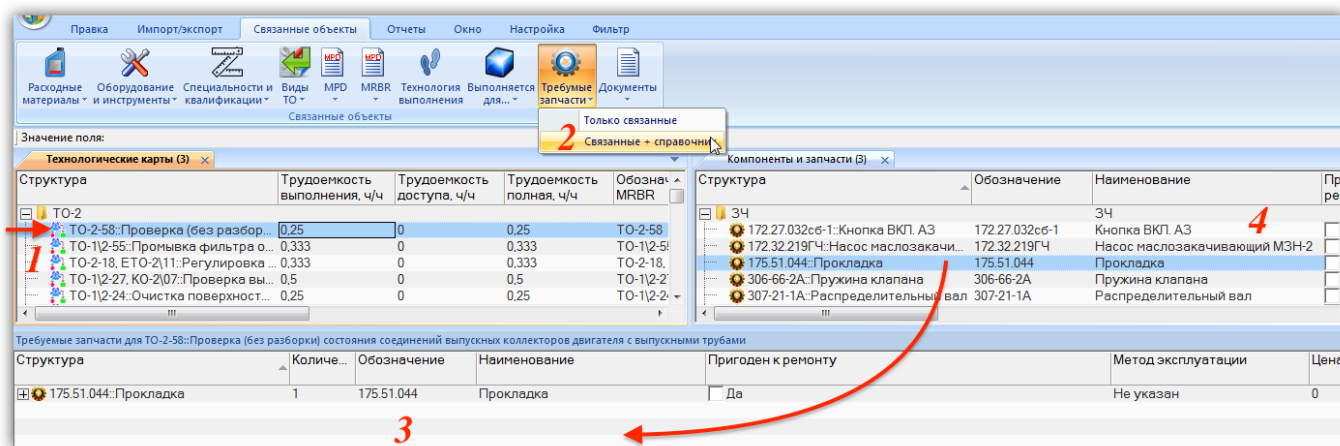

Рис. 17-52 – Запасные части, необходимые для выполнения ТК
- 2) Выделить техкарту в окне «Технологические карты» (1 на рис. 17-52).